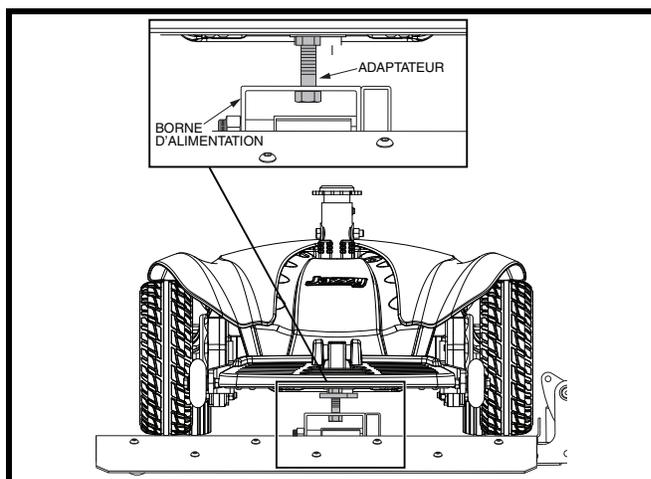

Figure 17. Fauteuil motorisé embarqué
4. Vérifiez que l'adaptateur est bien en place et coupez le contact du fauteuil motorisé. **Voir la figure 17.**